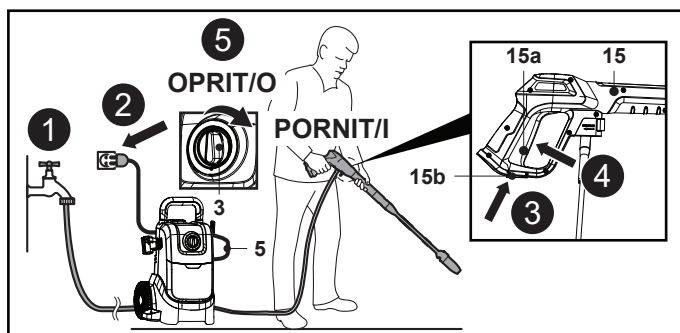

Fig. 17
1. Deschide robinetul pentru a lăsa apa să curgă în pompă (fig. 17, pasul 1).
2. Conectează cablul (5) la sursa de alimentare electrică după ce te-ai asigurat că comutatorul rotativ (3) este în poziția oprit (fig. 17, pasul 2).
3. Trage în spate piedica (15b) din partea de jos a pistolului pulverizator (15) pentru a debloca declanșatorul (15a) (fig. 17, pasul 3).
4. Apasă complet declanșatorul (15a) până când există un flux constant de apă, pentru a elimina aerul din aparat și din furtunul de apă (fig. 17, pasul 4). Apoi eliberează declanșatorul pistolului pulverizator (15a).
5. Pornește aparatul rotind comutatorul de pornire / oprire (3) la poziția „I” (fig. 17, pasul 5).